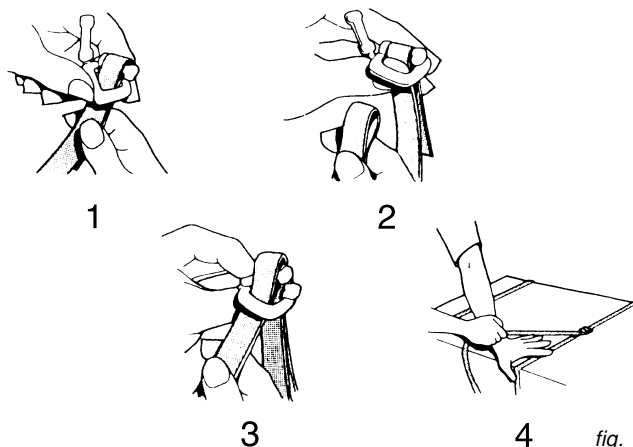

fig. 14
- Montare l'isolamento del corpo e bloccarlo seguendo le istruzioni relative alla fig. 14.